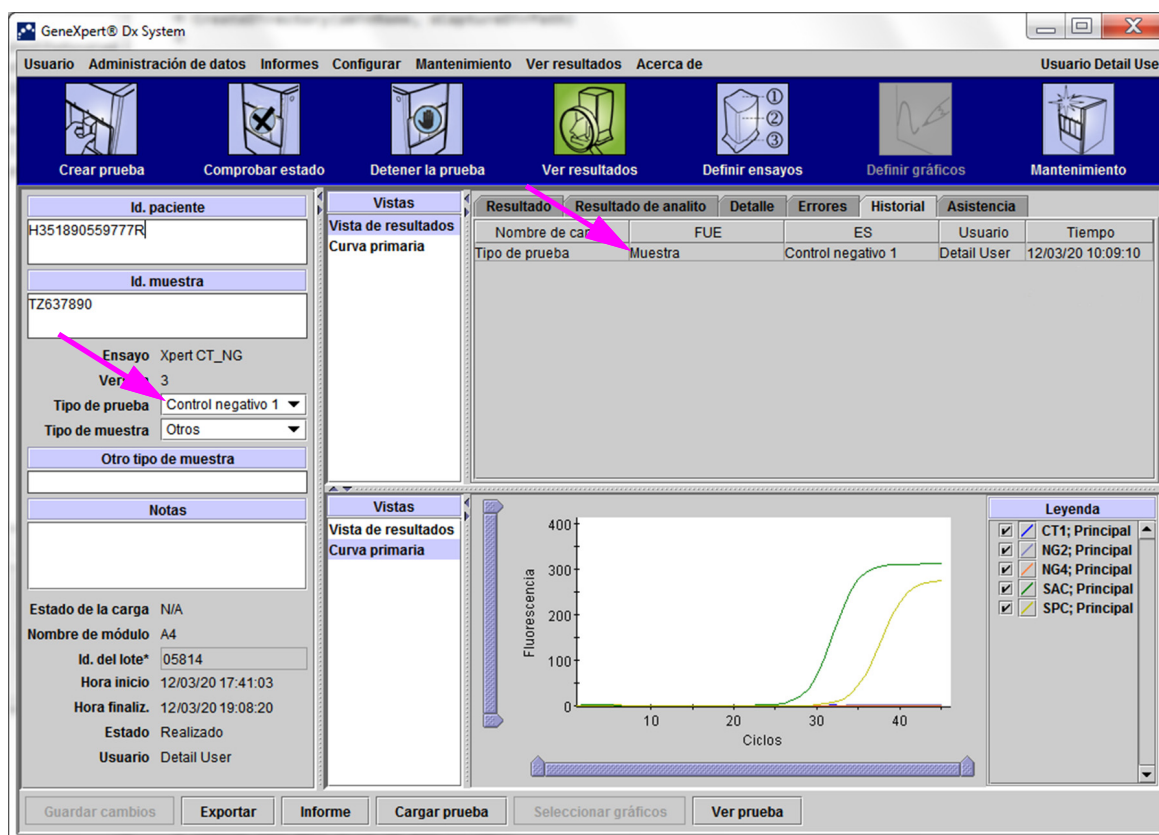

Figura 5-52. Ficha Historial que muestra el cambio de Tipo de prueba de Muestra a Control negativo
5. Haga clic en **Sí** para guardar los cambios y continuar. El software controla el historial de cambios (consulte la figura 5-52).